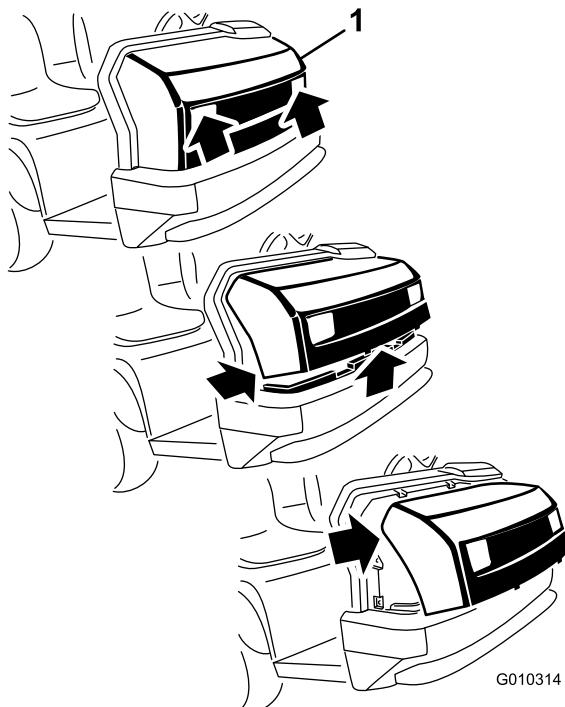

Bild 28
1. Fassen Sie die Motorhaube in den Scheinwerferöffnungen an und heben sie an, um die unteren Befestigungsnasen aus den Rahmenschlitten zu heben (Bild 28).
2. Drehen Sie die Unterseite der Motorhaube nach oben, bis Sie die oberen Befestigungsnasen aus den Rahmenschlitten ziehen können (Bild 28).
3. Drehen Sie die Oberseite der Motorhaube nach vorne und ziehen Sie die Kabelanschlüsse von den Scheinwerfern ab (Bild 28).
2. Stecken Sie die oberen Befestigungsnasen in die Rahmenschlitte (Bild 28).
3. Stecken Sie die unteren Befestigungsnasen in die Rahmenschlitte (Bild 28).